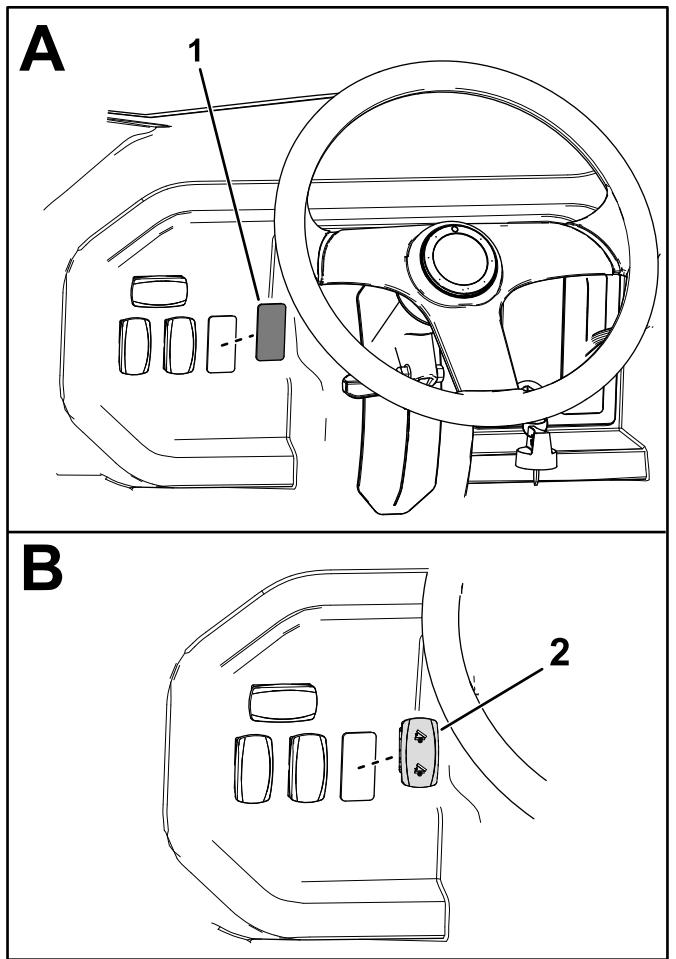

Figura 4
2. Retire a cobertura plástica do painel de instrumentos (Figura 4).
3. Instale o interruptor através da abertura no painel de instrumentos (**Figura 4**).
Certifique-se de que o interruptor está devidamente orientado, como se mostra na **Figura 4**.